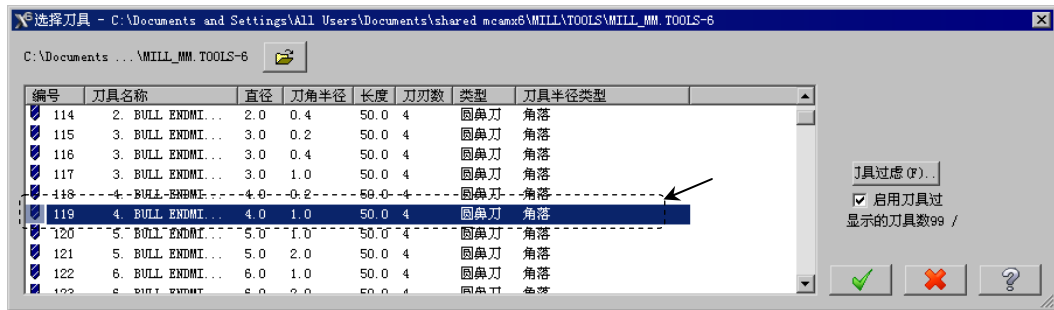

图 20.31 “选择刀具”对话框
(1) 确定刀具类型。在“曲面粗加工等高外形”对话框中, 选中 **刀具过滤** 按钮前的 ☒ 复选框, 单击 **刀具过滤** 按钮, 系统弹出“刀具过滤列表设置”对话框。单击 **刀具类型** 区域中的 **全关(N)** 按钮后, 在刀具类型按钮群中单击  (圆鼻刀) 按钮。单击  按钮, 关闭“刀具过滤列表设置”对话框, 系统返回至“曲面粗加工等高外形”对话框。
(2) 选择刀具。在“曲面粗加工等高外形”对话框中, 单击 **选择刀具库...** 按钮, 系统弹出“选择刀具”对话框, 在该对话框的列表框中选择图 20.31 所示的刀具。单击  按钮, 关闭“选择刀具”对话框, 系统返回至“曲面粗加工等高外形”对话框。